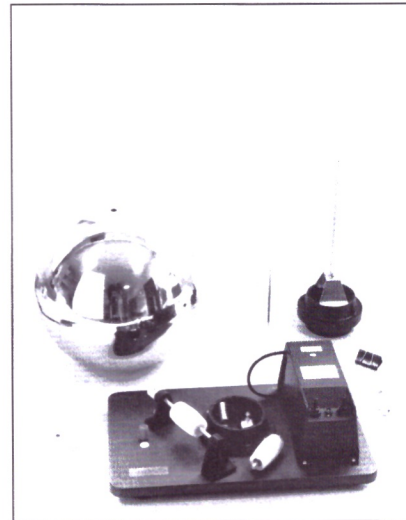

Abb. 9
8. Das defekte Band wird von den Rollen genommen (Abb. 9).